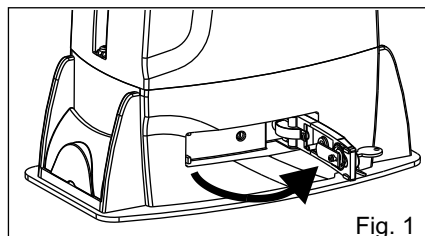

Fig. 1
- 1) Desactivar la corriente eléctrica, desbloquear el motor (Fig.1) y posicionar manualmente las antas a mitad de recorrido (Fig. 3-4).